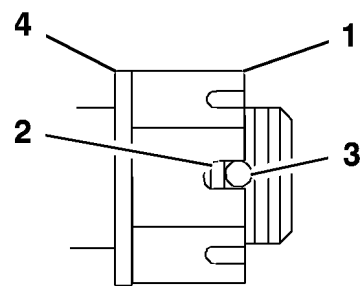

Figura 46
- Apriete la tuerca almenada a 170 Nm (125 pies-libra) (Figura 46).
- Compruebe la distancia desde el fondo de la ranura de la tuerca hasta el borde interior del taladro. Debe haber dos hilos o menos de la rosca visibles (Figura 46).
- Apriete la tuerca hasta que el siguiente conjunto de ranuras esté alineado con el taladro del eje (Figura 46).